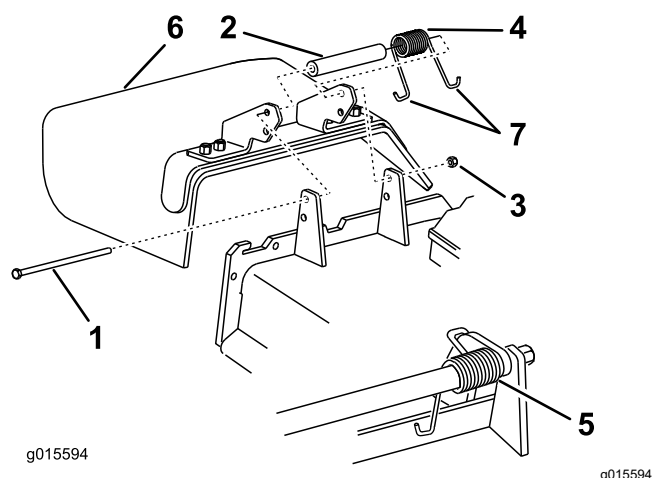

Figura 104
1. Retire la contratuerca, el perno, el muelle y el espaciador que sujetan el deflector a los soportes de pivote (Figura 104).
2. Retire el deflector de hierba dañado o desgastado (Figura 104).
la carcasa antes de instalar el perno, según se muestra en Figura 104.
6. Coloque 1 extremo en J del muelle alrededor del deflector de hierba (Figura 104).